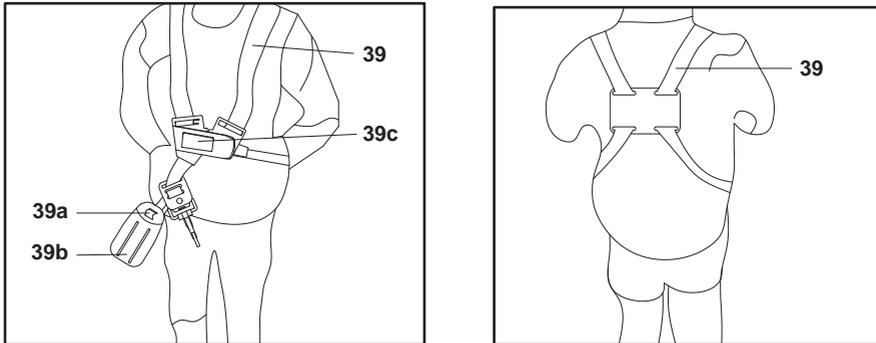

Fig. 24
1. Ajuste la posición del gancho para colgar (9) si es necesario. Asegúrese de que está bien fijado en la barra superior de la unidad del motor antes de poner en funcionamiento.
2. Colóquese el arnés (39) de modo que:
- Las correas deben estar tensas de forma que la carga se distribuya de manera uniforme en los hombros (Fig. 24).